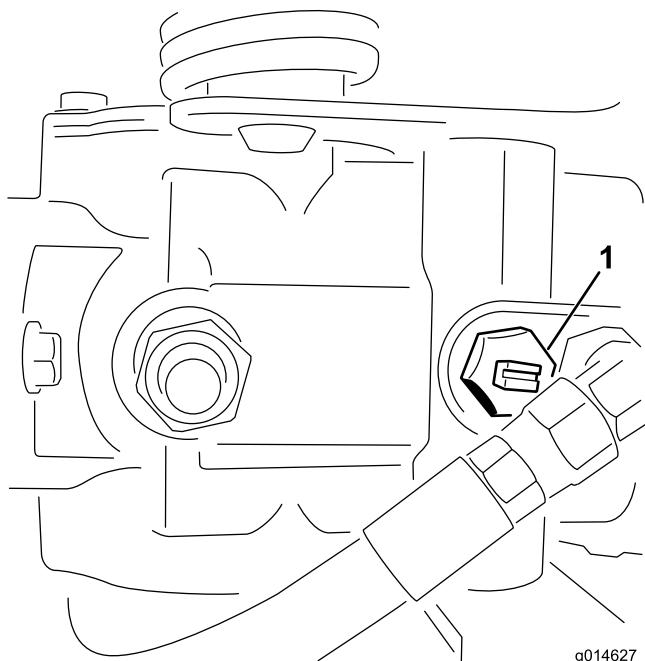

Figura 40
1. Girate la valvola bypass sulla pompa in modo che la scanalatura sia verticale (Figura 40).
2. Prima di avviare il motore chiudete la valvola bypass girandola in modo che la scanalatura sia orizzontale (Figura 40). Non avviate il motore quando la valvola è aperta.